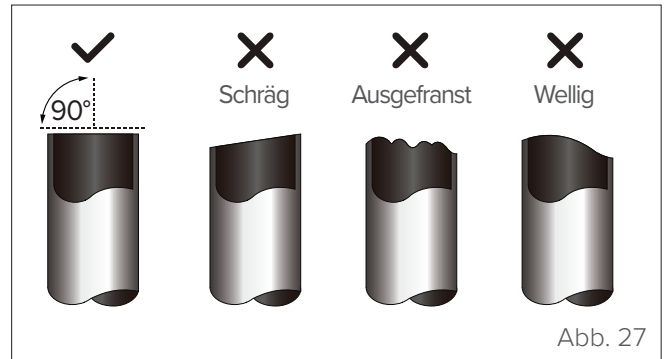

Abb. 27
- 3 Sicherstellen, dass das Rohr in einem perfekten 90°-Winkel geschnitten wird. Siehe "Abb. 27" für Beispiele von unsauber ausgeführten Schnitten.